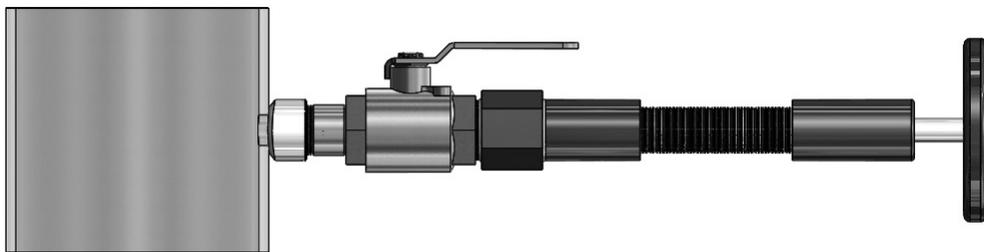

图 5. 在线开孔工具
- 当探头截止阀处于全开位置时，安装适当的在线开孔工具（参见图 5），并在管道上钻孔（孔径参照下表）。按照在线开孔工具的说明进行操作。